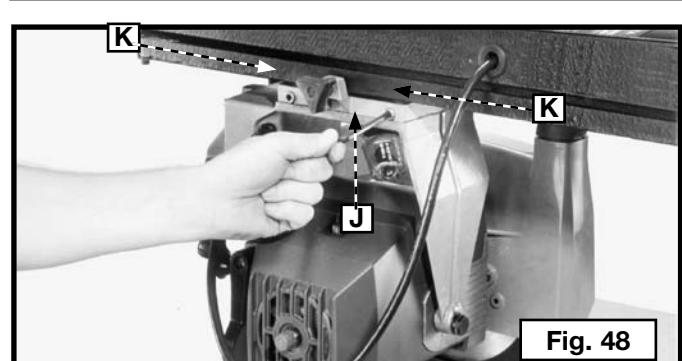

Fig. 48
4. Use una llave Allen de 3/16 de pulgada (J) Fig. 48 para girar los tornillos de ajuste (K) Fig. 48 para eliminar la "holgura".
**ATENCIÓN:** Do not overtighten the adjustment screws (K). This can damage the bearings.
**ATENCIÓN:** Do not loosen the adjustment screws (K) more than 1/2 turn. The cuttinghead may fall from the track arm.